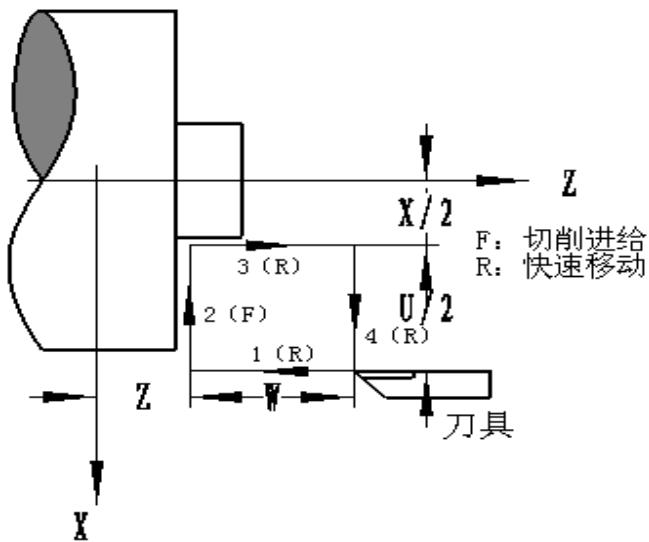
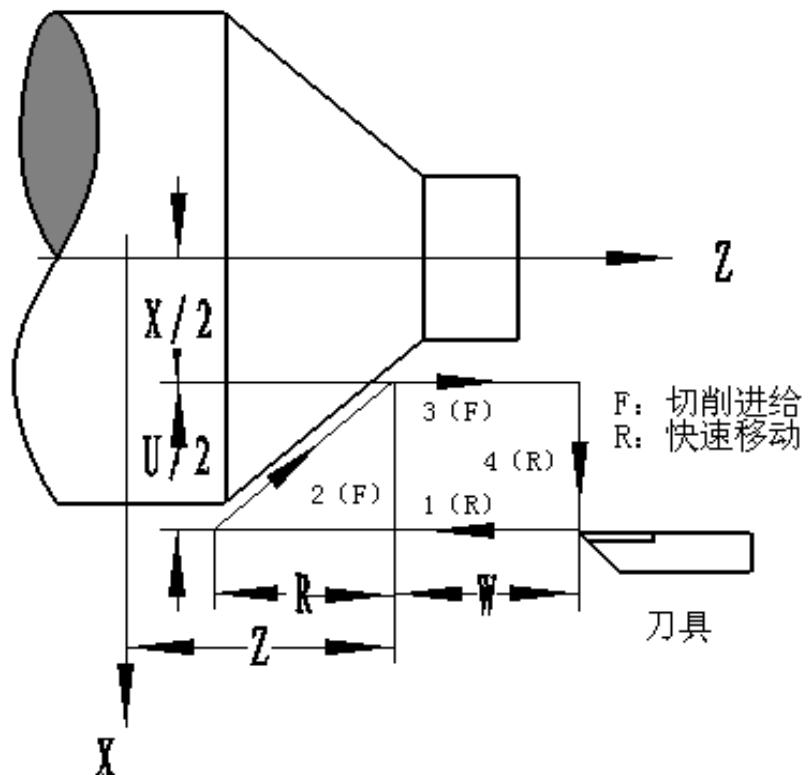

图 2-18
图 2-19
功能说明: G94 指令可实现端面以及锥度端面的单一循环加工，循环完毕后刀具返回起刀点位置（轨迹 1 的起点），如图 2-18 和图 2-19。图中 (F) 线段表示切削进给，(R) 线段表示快速移动。